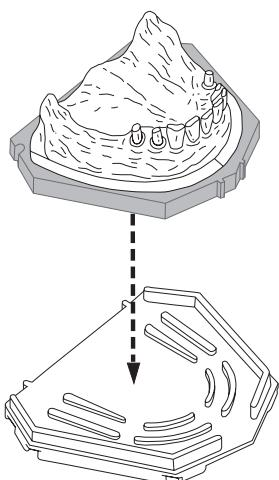

Fig. 2
8. Capovolgere la base in posizione di estrazione, quindi estrarre il modello premendo con cautela l'Accu-Trac verso la base, esercitando una pressione uniforme per evitare la rottura del modello (Fig. 2).